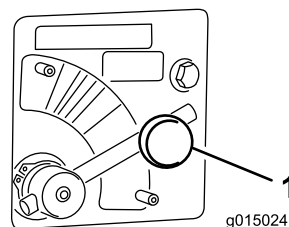

Figure 44
1. Desserrez le bouton de fixation du levier de vanne du Twin Spinner (Figure 44).
2. Tournez le levier de vanne du Twin Spinner sur la couleur voulue (Figure 44) (jaune dans notre exemple).
1. Amenez le levier de vanne du Twin Spinner sur la partie **bleue** (VITESSE MAX) (Figure 44). Le levier doit être horizontal lorsqu'il est tourné à fond dans le sens horaire.